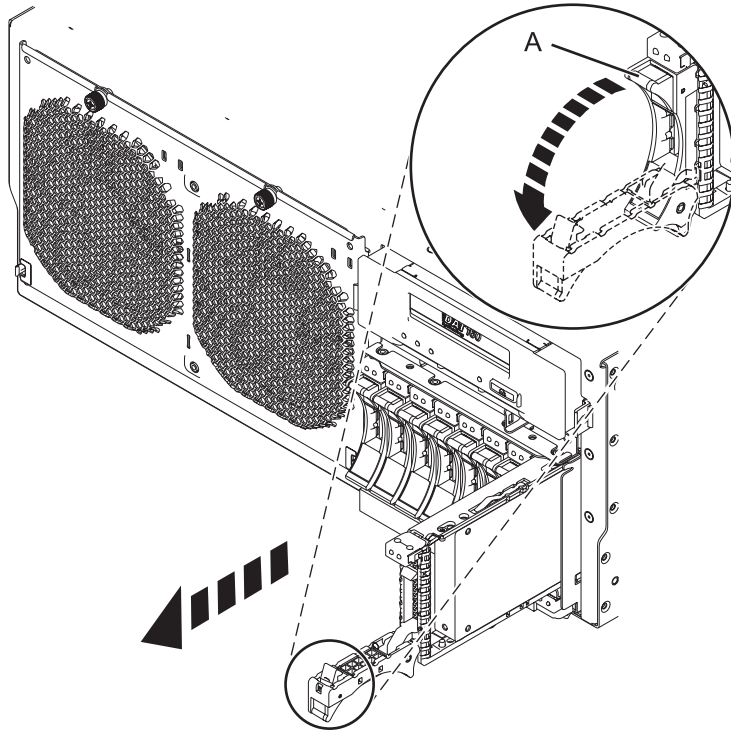

Figure 11. Retrait d'une unité de disque du système
3. Lorsque le voyant d'identification s'allume et reste fixe, déverrouillez la poignée de l'unité en appuyant dessus et en la tirant vers vous, comme illustré à la figure 11, à la page 24. Si la poignée n'est pas complètement sortie, vous ne pouvez pas retirer l'unité de disque ou l'unité SSD de l'unité centrale ou de l'unité d'extension.